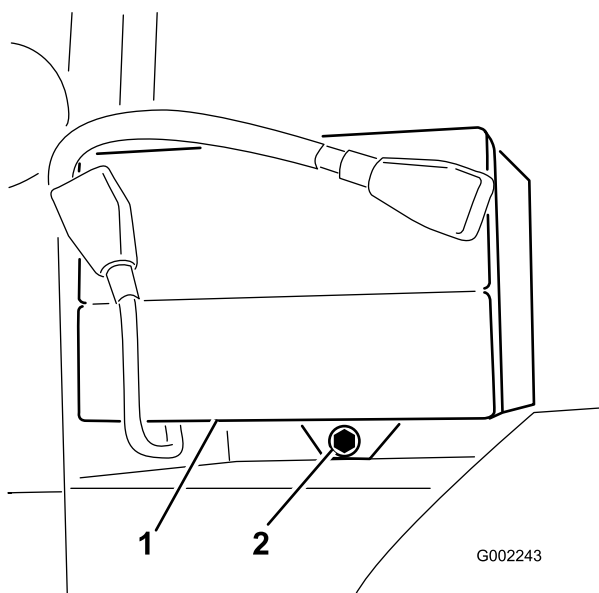

Figure 47
2. Retirez le dispositif de retenue et les fixations de la batterie (Figure 47).
3. Posez le dispositif de retenue de la batterie et serrez-le avec les fixations retirées précédemment (Figure 47).